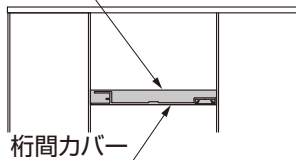

図7-2
③ 桁間カバーに止水クッション材を貼付けてください。(図7-2参照)
④ 桁端部キャップを【1-1】で桁間カバーに取付けてください。